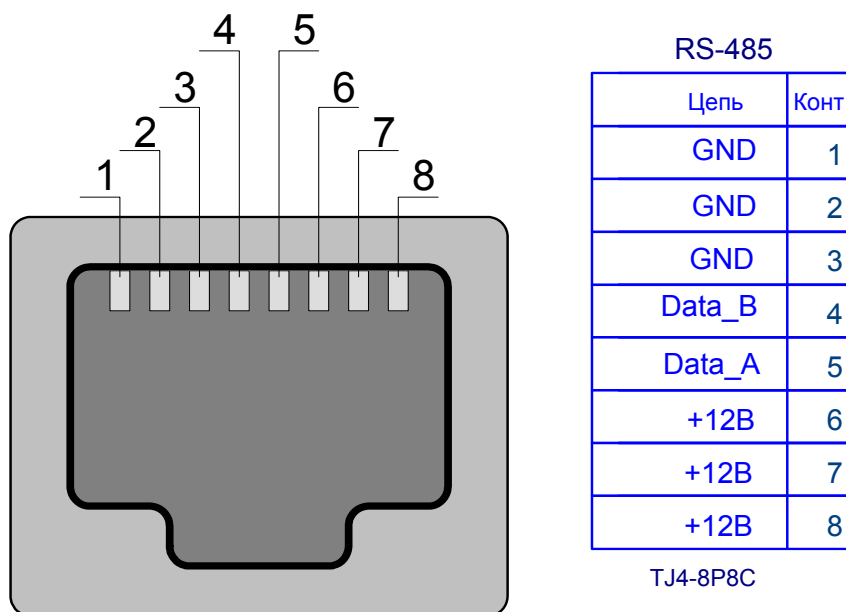

Рис. 4 Маркировка контактов на разьеме интерфейсного кабеля
7.9 Маркировка контактов на разьеме интерфейсного кабеля и наименование цепей приведено на рис. 4.